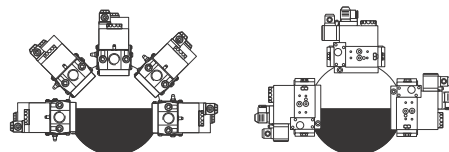

Fig. 9
3. stringere le viti A, B, C e D (Fig. 6 - Fig. 7), rispettando le posizioni di montaggio (Fig. 9);